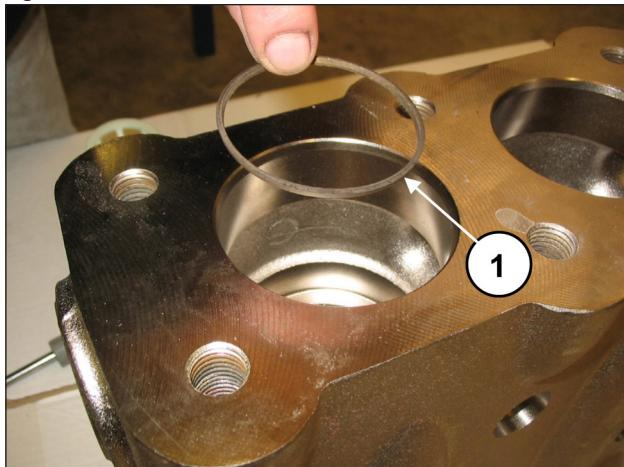

Fig. 111
Inserire l'anello antiestrusione, pos. esploso n. 5 (pos. ①, Fig. 111).